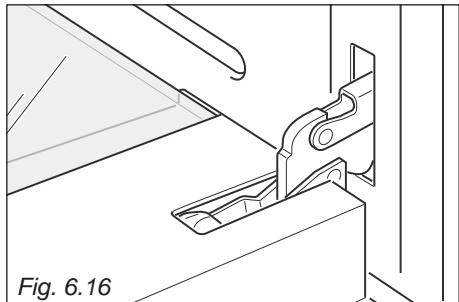

Fig. 6.16
- Ouvrez entièrement la porte du four (fig. 6.16).